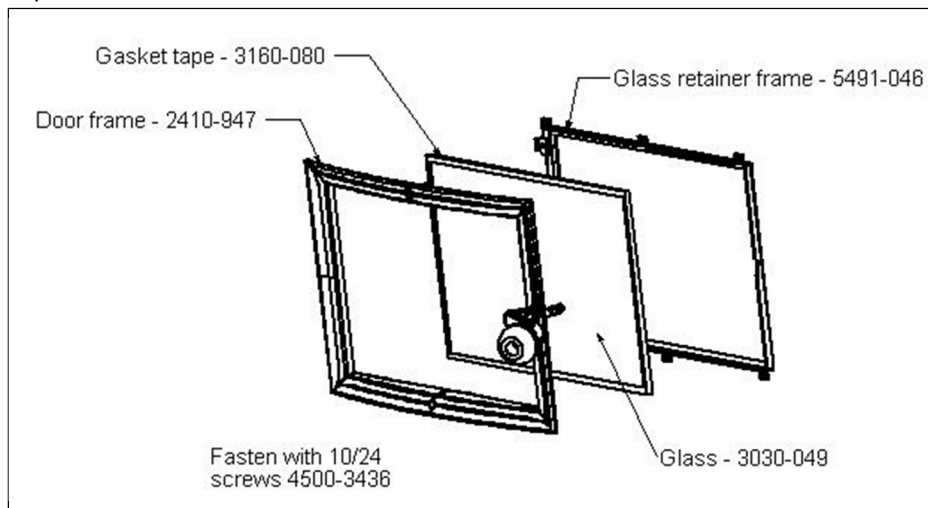

Figure 34 – Glass Replacement
**La procédure de retrait de la porte et de remplacement de la vitre et du joint de vitre est la suivante : Reportez-vous à la Figure 34.**